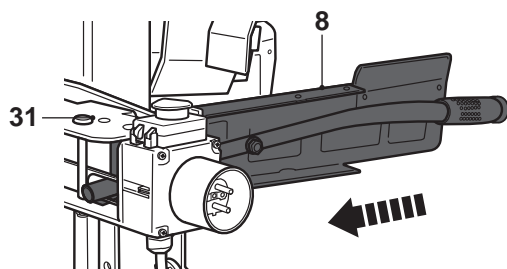

Fig. 3b
- > Faites passer la plaque de fixation [8] par l'ouverture située sous le panneau supérieur [31] (Fig. 3b).